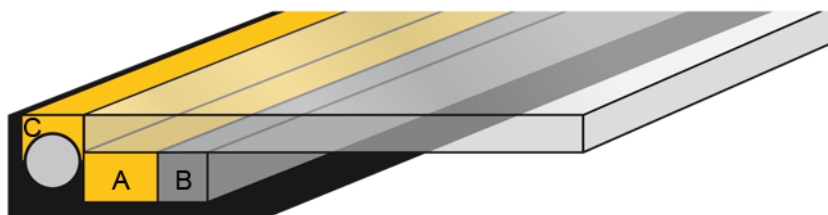

Рис. 2: Герметизация
В некоторых конструкциях есть необходимость применения в структурном остеклении всепогодного герметика или уплотнителя (см. рисунок 2). Время между нанесением клея и герметизации зависит от типа клея и прокладочного материала (см. таблицу 3).
* Время может быть уменьшено при использовании ленты Sika® Spacer Tape HD (см. рисунок 2, В). За более подробной информацией обращайтесь в Службу Технической Поддержки Sika Industry.